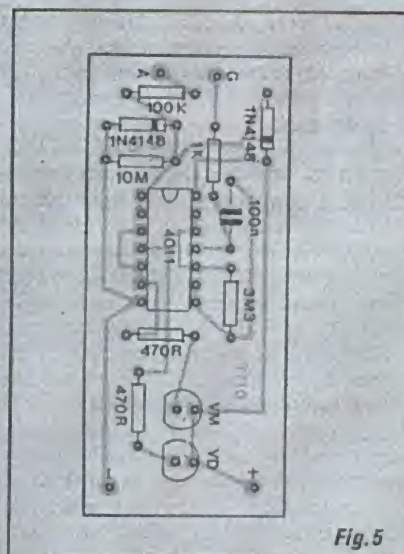

Fig.5
- FIG. 5 - "CHAPEADO" DA MONTAGEM - O lado "sem cobre" da placa, com praticamente todas as peças já colocadas (identificadas pelos seus códigos, valores, polaridades e outras estilizações dentro da norma gráfica adotada por APE/ABC DA ELETRÔNICA...). Como sempre, os componentes polarizados são os que requerem maior dose de atenção: o Integrado, com a extremidade marcada voltada para o resistor de 10M, o diodo, com a sua "ponta" de *catodo* (marcada) na direção do resistor de